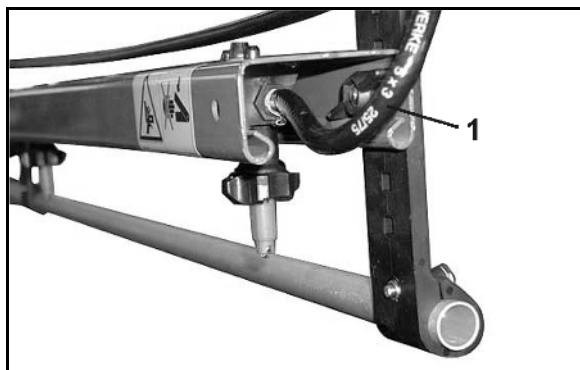

Fig. 108
- gjør det mulig å oppnå et permanent væskeomløp i sprøyteledningen når trykkomløpssystemet er tilkoblet. I den forbindelse er det montert en skylletilkoblingslange (Fig. 108/1) på hver delbredde.
- en skylletilkoblingslange (Fig. 108/1) per delbredde